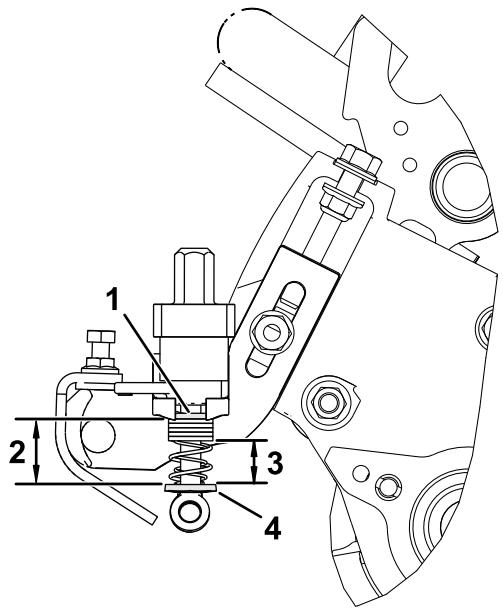

Bild 20
- Messen Sie den Abstand zwischen den Unterlegscheiben (die aktuelle Federlänge), wie in Bild 20 dargestellt.